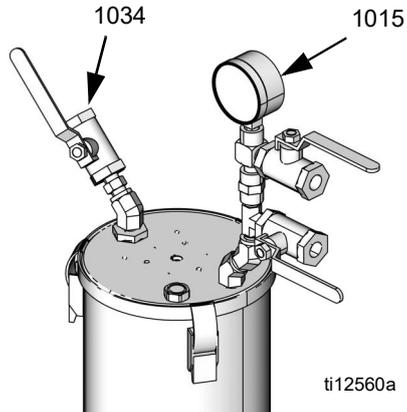

ABB. 7
**HINWEIS:** Dieses Verfahren eignet sich für Baugruppen mit Vakuumbaumverteiler und ohne Rührwerk oder Nachfüllautomatik. Siehe ABB. 7.
**HINWEIS:** Dieses Verfahren eignet sich für Baugruppen mit Vakuumbaumverteiler, Rührwerk und automatisches Nachfüllen. Teilenummern, siehe ABB. 7 auf Seite 21.